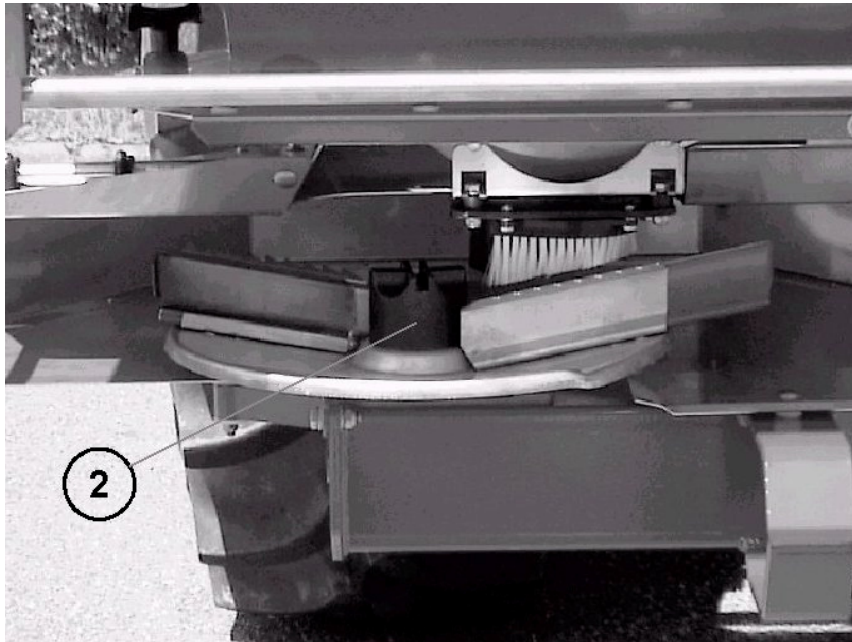

Bild 3
- Kunststoffhutmutter (Bild 3 Nr.2) vorsichtig ansetzen (nicht verkanten).
- Kunststoffhutmutter (Bild 3 Nr.2) von Hand anziehen.
Nach der ersten Betriebsstunde muss die Kunststoffhutmutter (Bild 3 Nr.2) auf Festsitz kontrolliert werden.